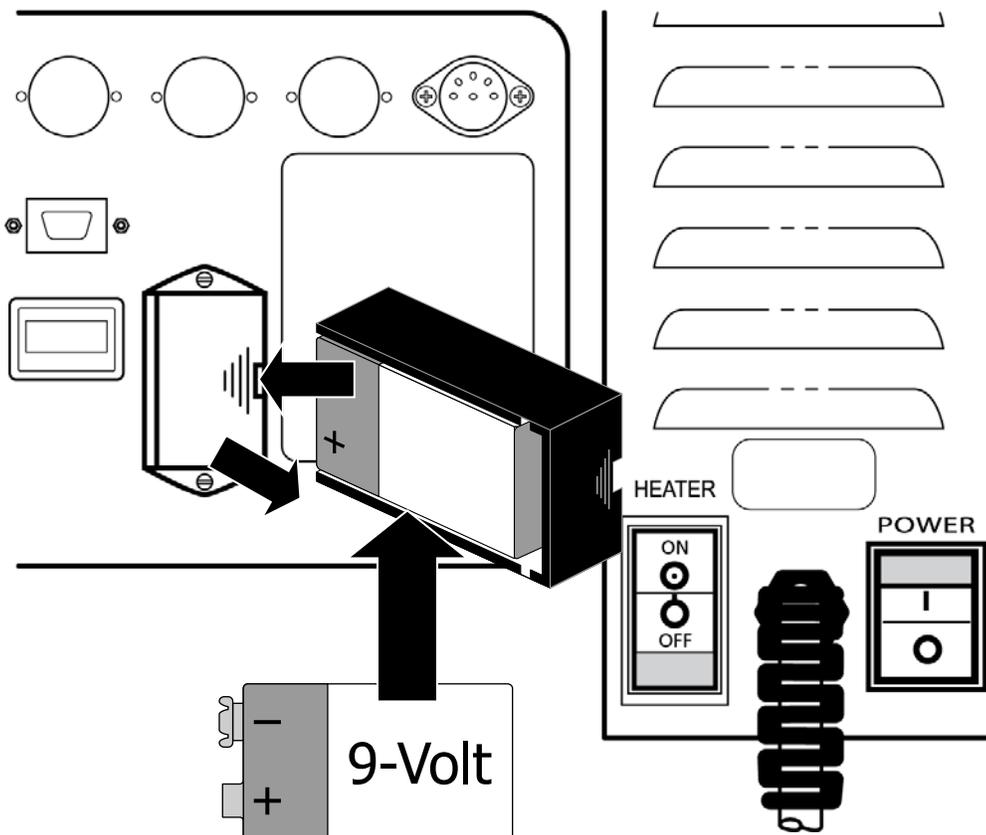

Figura 65 – Sustitución de la batería de 9 voltios
3. Coloque una nueva batería en el cartucho y reinsértela en la máquina como se muestra en la Figura 65. El lado negativo de la batería de 9 voltios deberá estar arriba.
4. Encienda la máquina y, con el interruptor de encendido principal en la parte posterior de la máquina (vea el lado derecho de la Figura 65), apague el motor de la máquina. Preste atención a la alarma de No Encendido y si la alarma no suena, repita los pasos 1-4.